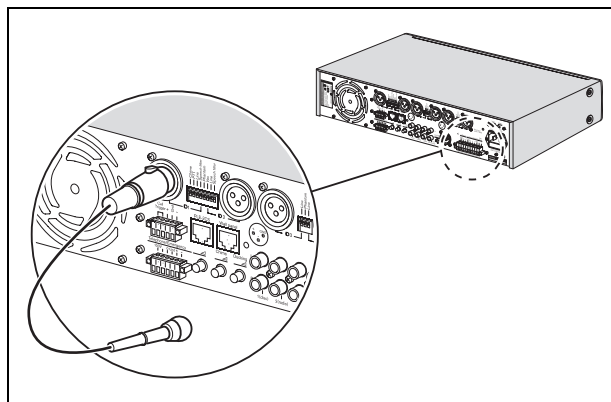

figura 4.2: sólo conector XLR
- sólo conector XLR. Véase figura 4.2.